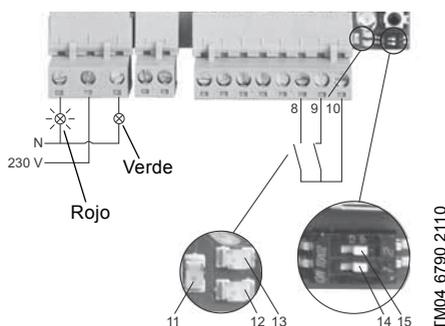

Fig. 10 Detección del rebose
Ver fig. 10.
El indicador luminoso verde que indica un funcionamiento normal está apagado. El LED1 (pos. 11) parpadea. El número de parpadeos indica la alarma actual. Ver sección 7.1.1 *Alarmas y avisos del sistema* y fig. 10.